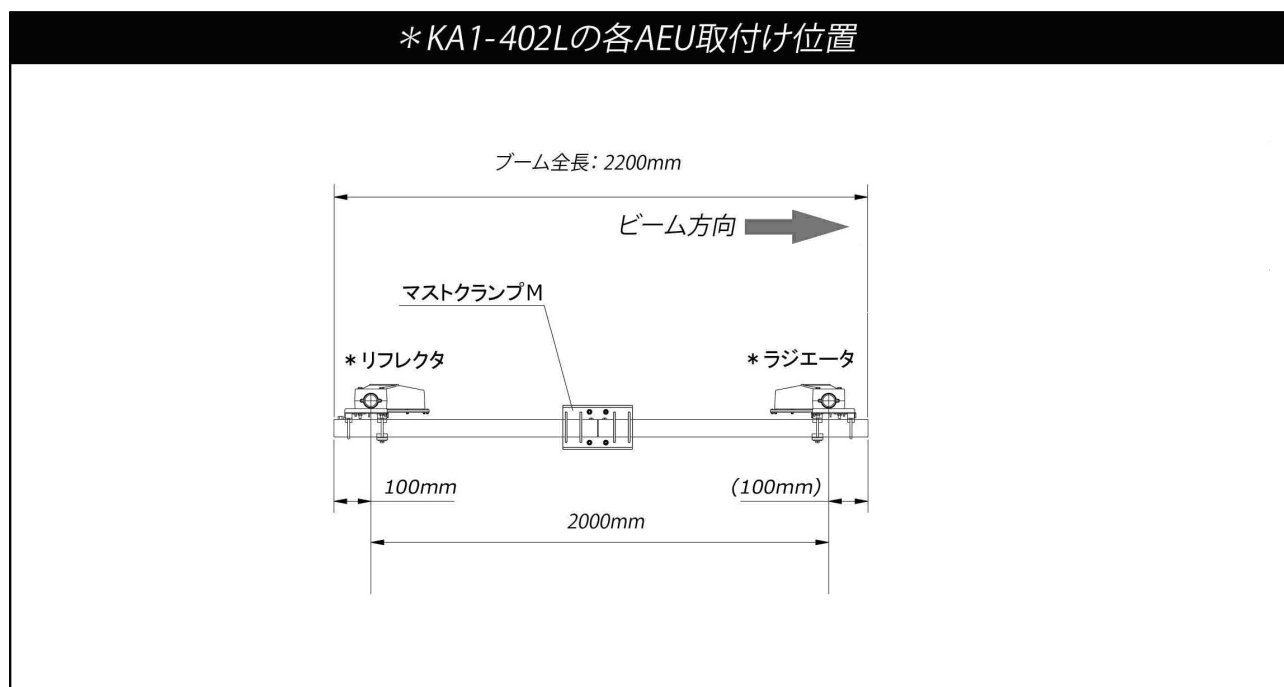

図1
[図1参照]
- ・「図1」に明記されているAEU取付け位置寸法値は、ブーム2mの両端を基準にして指示されています。